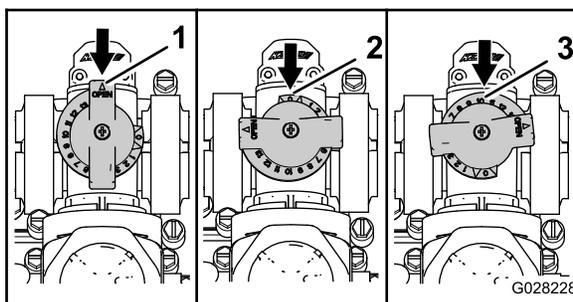

Figura 31
- A válvula de distribuição da agitação está na posição totalmente Aberta, conforme mostrado em A da Figura 31.
- A válvula de distribuição da agitação está na posição Fechada (0), conforme mostrado em B da Figura 31.
- A válvula de distribuição da agitação está numa posição intermédia (ajustada em relação ao indicador de pressão para o sistema de pulverização), conforme mostrado em C da Figura 31